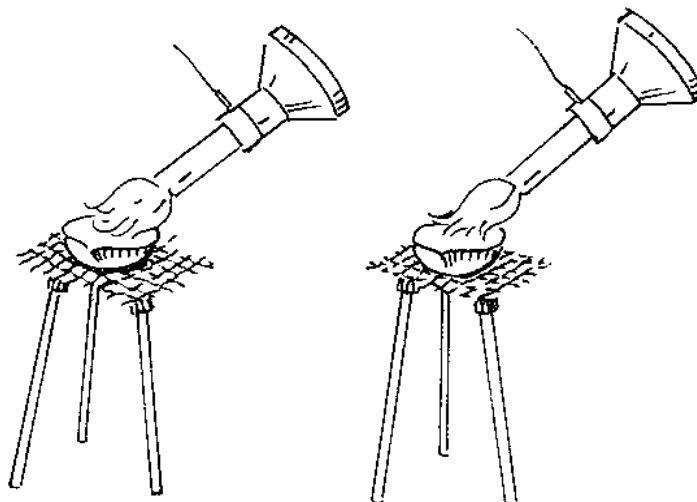

Figura 1.1
- 1.3 Efectuar con el auxilio del mechero Bunsen, la combustión de cada compuesto (ver figura 1.1).